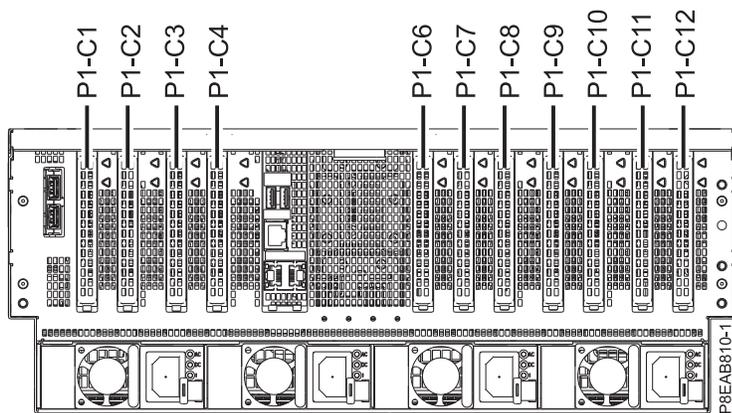

Figura 13. Ubicaciones de las ranuras del adaptador PCIe en el sistema 8408-44E o 8408-E8E
1. Familiarícese con las ubicaciones de las ranuras del adaptador PCIe. Los Adaptadores PCIe se instalan en la parte posterior del sistema. En la Figura 13 se muestran las ubicaciones de los Adaptadores PCIe en un sistema 8408-44E o 8408-E8E.